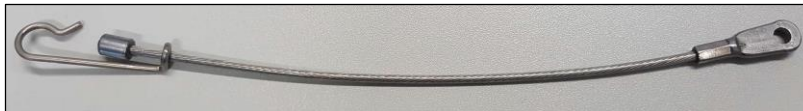

Abb. 2: Halteband (Teile-Nr. 2N0.609.623)
Bei Fahrzeugen mit langem Radstand und Überhang (L5, mit Reserverad) ohne Aufbau ab Werk ist darauf zu achten, dass der Bowdenzug (1) der Reserveradwinde mit einem Halteband (siehe Abb. 2) in der Mitte aufgefangen (gesichert) wird.